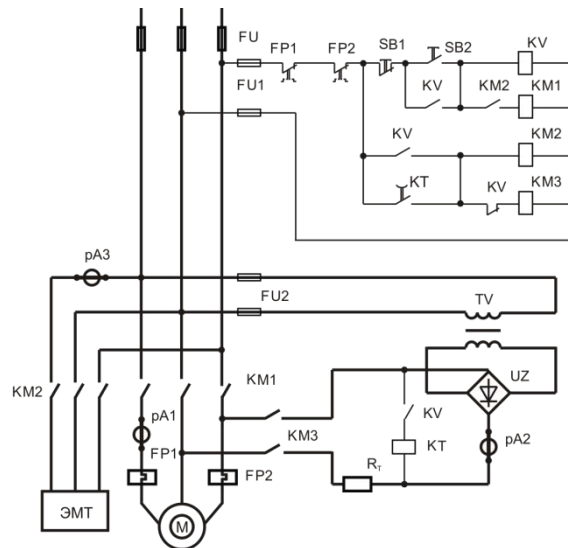

Рис. 2
2. Указать элементы электрической принципиальной схемы (рис. 2), объяснить процесс пуска электродвигателя; возможности регулирования частоты вращения; способы электрического торможения, примененные в схеме; виды защит и способы реализации данных защит в схеме; особенности работы данного электропривода.